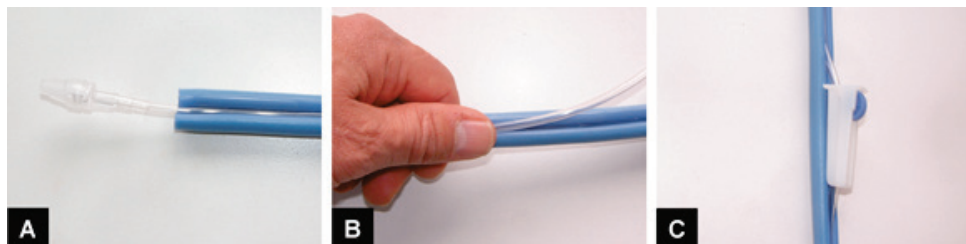

Fig. 8 Inserimento della prolunga per infusione
2. Iniziare l'inserimento della cannula per infusioni, sull'estremità libera del profilo termico, a circa 3 - 5 cm dietro l'attacco luer lock (fig. 8 A) del set per infusioni.
3. Con il pollice, premere la cannula per infusioni nella scanalatura del profilo termico (fig. 8 B).
4. Tanto più cannula per infusioni è inserita nel profilo termico, quanto maggiore è la trasmissione termica ottenuta. Le clip a rullo possono rimuoversi in qualsiasi punto dal profilo termico (fig. 8 C).